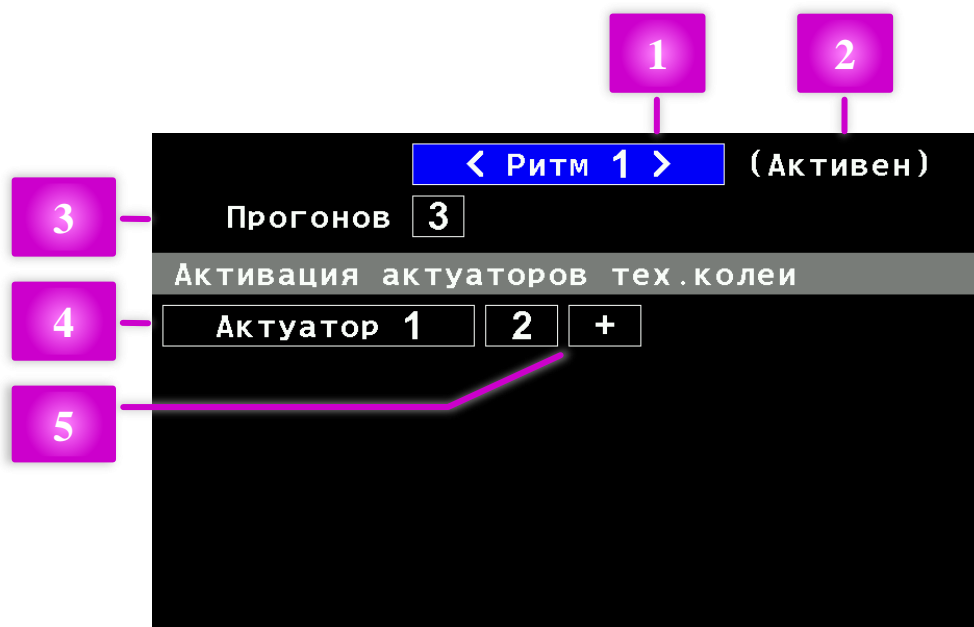

РИСУНОК 34 ЭКРАН «НАСТРОЙКИ РИТМА ТЕХНОЛОГИЧЕСКОЙ КОЛЕИ»
- 4.10.5.4.2.  **Настройки ритма тех. колеи** - этот пункт меню вызывает экран настроек ритма технологической колеи (Рисунок 34).